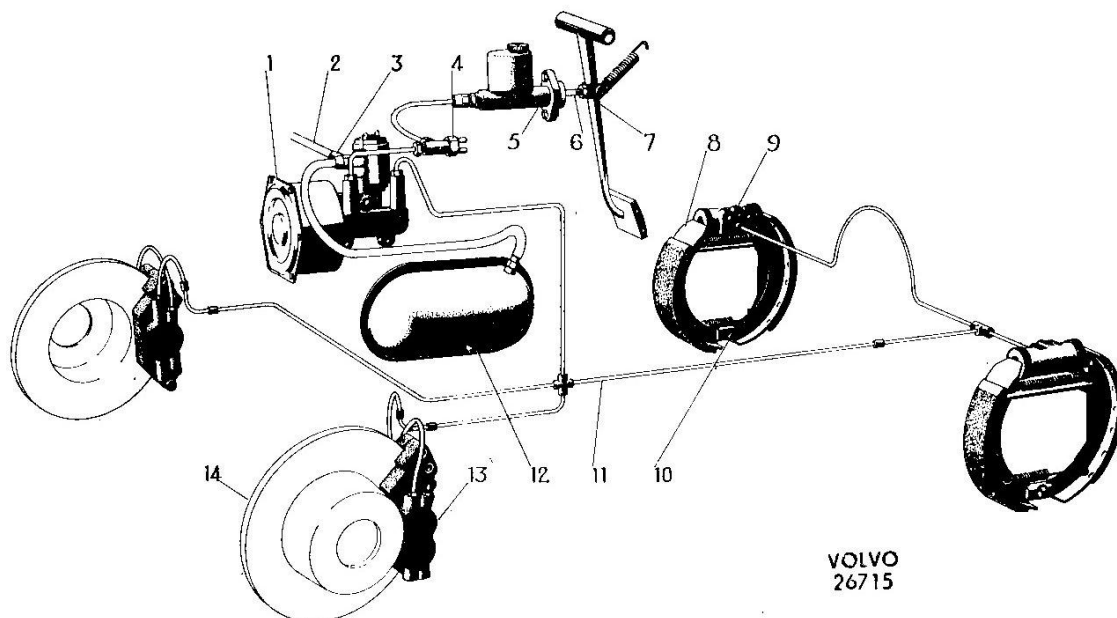

Bild 7 Fotbromsens konstruktion
FOTBROMS (se bild 7 å sid. 12)
Bakhjulsbromsarna är av typ trumbroms. Bromsbackarnas övre ändar vilar mot en dubbelverkande hjulcylinder (9, bild 7) och de nedre ändarna mot en justeranordning (10).